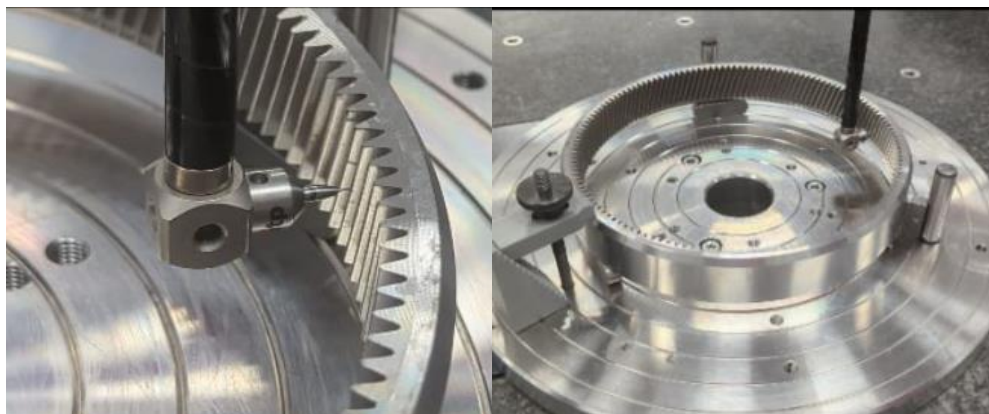

Рис.1 Машина для определение точности зубьев деталей
- Общение с инженерами и рабочими, изучение немецкой терминологии в профессиональной среде. Работа с техническими чертежами и контроль соответствия готовых изделий заданным параметрам (см. рис.1);